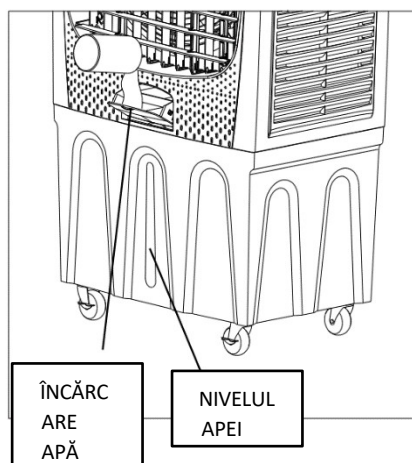

Fig.2
- a) Nivelul apei trebuie să se afle între liniile MIN și MAX (Fig. 2).